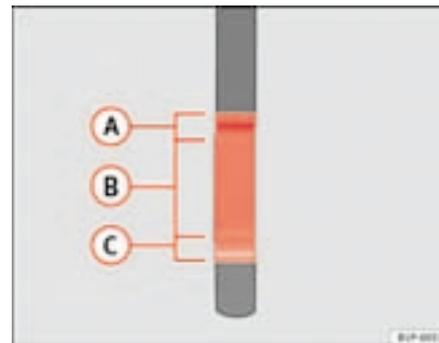

Fig. 141 Varilla de medición del nivel de aceite.
- Vuelva a extraer la varilla de medición y compruebe el nivel de aceite que indica el extremo inferior de la varilla de medición ⇒ página 215, fig. 141.
Si el nivel se encuentra en la zona ⇒ página 215, fig. 141 **(A)**, no se debe añadir aceite.